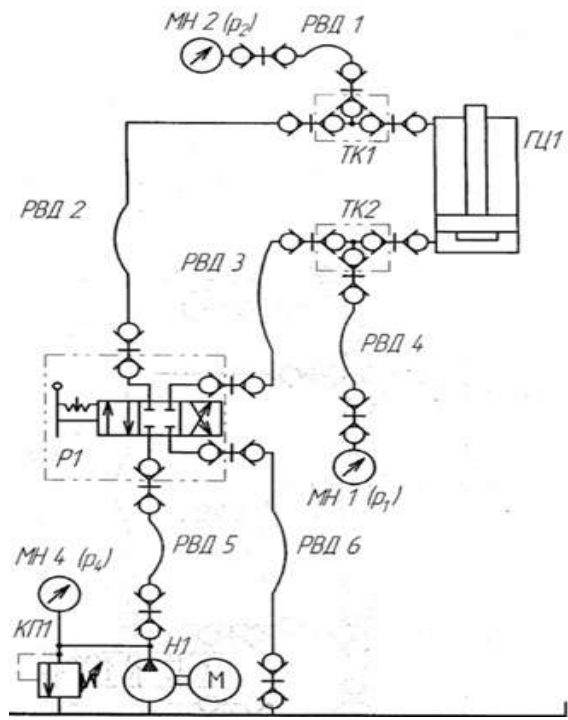

Рисунок 1- Гидросхема
1. Прочитать гидросхему (рисунок 1). Определить функции напорных клапанов.